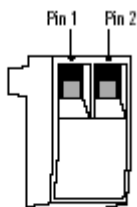

Figure 9. REPO Connector
3. Über Stift 1 und 2 des REPO-Anschlusses die REPO-Kontakte (isolierte Arbeitskontakte für Schwachstrom, ausgelegt für max. 60 VDC, 30 VAC Effektivwert und max. 20 mA) anschließen, siehe Abb. 9. Mehrdrähtige Verkabelung ohne Abschirmung (Leiterquerschnitt $0,93 \text{ mm}^2 - 0,38 \text{ mm}^2$) verwenden.